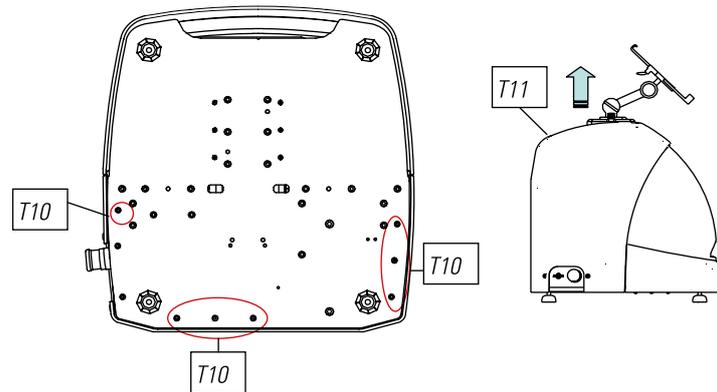

FIG. 28
- 3) Rimuovere 7 viti (T10) con una brugola da 3 (Fig.28)